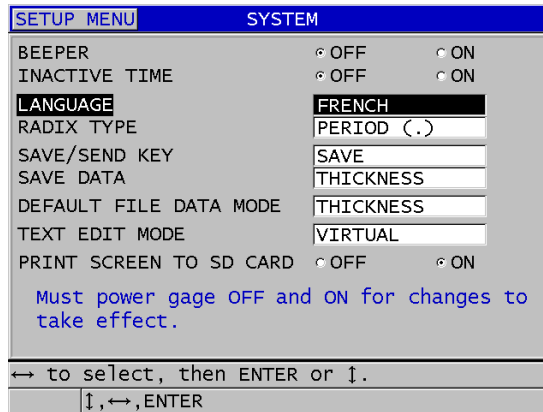

Abbildung 4-1 Ändern der Sprache der Bedienerführung
3. Führen Sie im Fenster **SYSTEM** (siehe Abbildung 4-1 auf Seite 58) Folgendes aus: